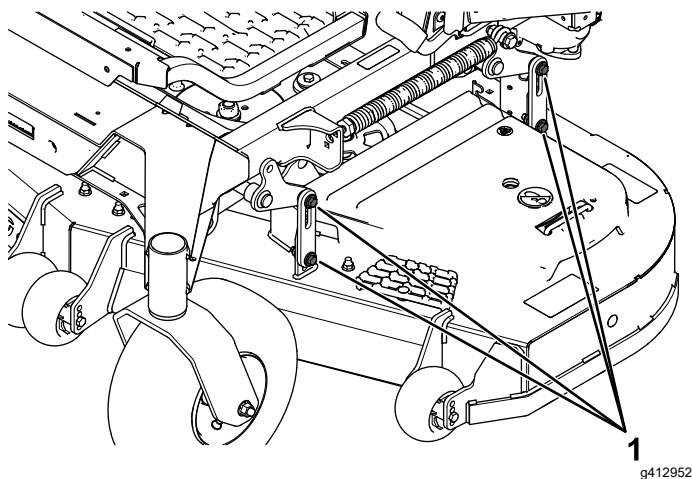

Figura 108
16. Afloje las contratuercas (Figura 108) en las 4 esquinas y asegúrese de que la carcasa de corte queda bien asentada sobre los 4 bloques.